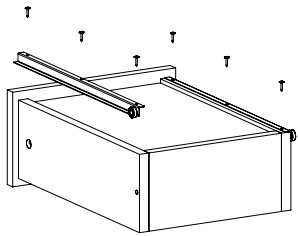

Рис.14
29. Закрепить полозья направляющих на ящики шурупами 3,5х16 (Рис. 14).